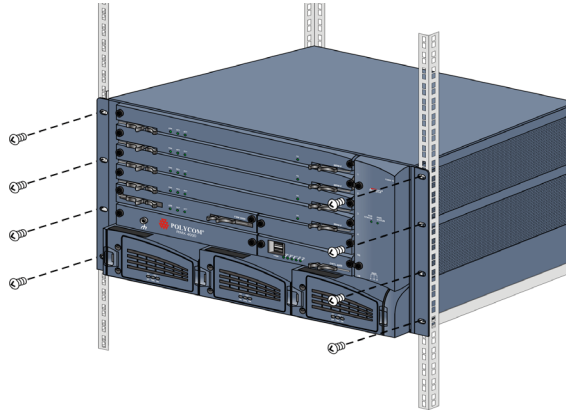

Figure 1-3 Montage en rack du boîtier RMX 4000
- 3** Fixez le RMX sur le rack en vissant les 8 vis dans les orifices prévus à l'avant du boîtier, comme illustré dans la figure 1-3.
- 4 Fixez le RMX sur le rack en vissant les 8 vis dans les orifices prévus à l'avant du boîtier, comme illustré dans la figure 1-3.